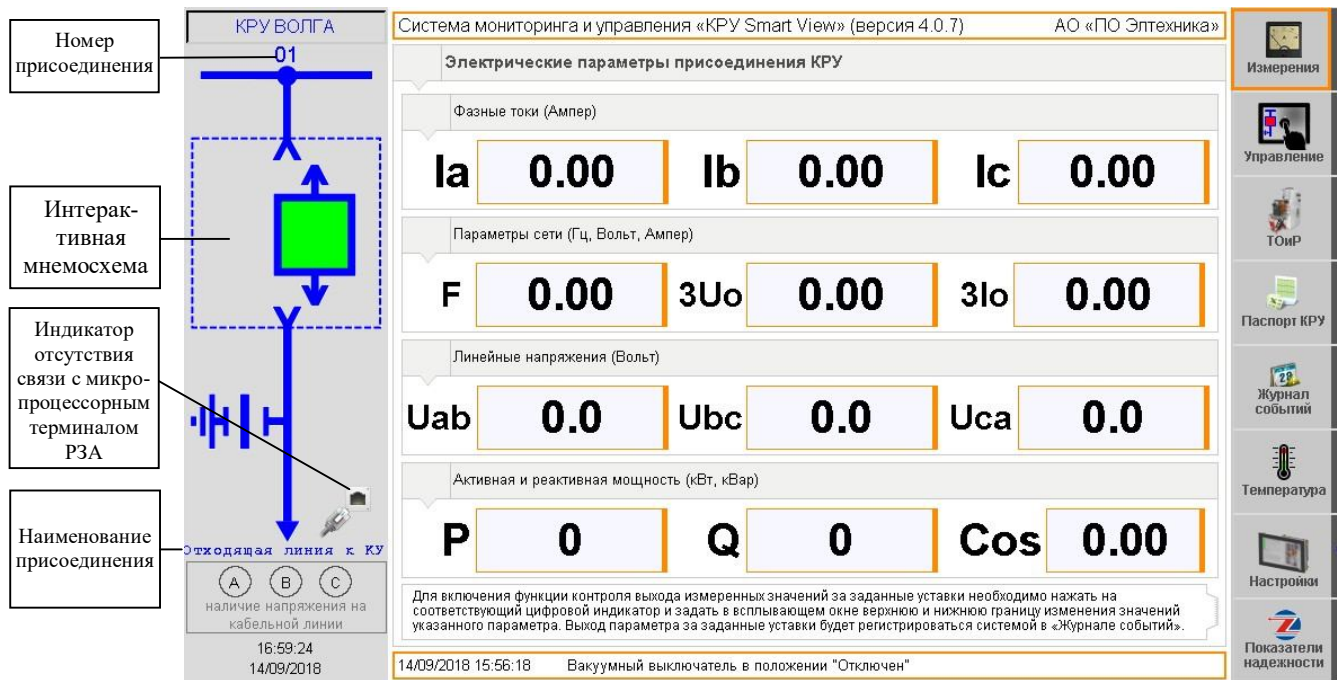

Рис.2 Основной экран сенсорной панели.
Время установления рабочего режима системы «КРУ Smart View» после включения напряжения питания составляет не более 3 минут. После установления рабочего режима система автоматически начинает работать и на графическом экране сенсорной панели воспроизводится интерактивная мнемосхема, отображающая текущие положения и состояния главных цепей КРУ «Волга», как показано на рис.2.
- индикатор отсутствия связи по интерфейсу RS-485 (см. рис.2);
Для перехода в раздел текущих значений электрических параметров присоединения необходимо нажать кнопку «Измерения». Экран «Измерения» сенсорной панели показан на рис.2. На экране «Измерения» в реальном времени отображаются основные электрические параметры присоединения. Объем электрических параметров присоединения зависит от логики работы сен-
сорной панели (ввод, секционный выключатель, отходящая линия и т.д.) и может отличаться от параметров, представленных на рис.2а.
Рис.2а Экран «Измерения».
При необходимости, для каждого электрического параметра присоединения можно задать верхнюю и нижнюю границу изменения его значений (границы уставок). Для активации этой функции необходимо нажать на соответствующий цифровой индикатор. Окно ввода границ уставок представлено на рис.2б.
Рис.2б Экран «Границы уставок».
Каждый выход значения параметра за пределы заданных границ уставок будет регистрироваться системой в журнале событий, как показано на рис.2с.
Рис.2с Экран «Выход значений параметров за границы уставок».